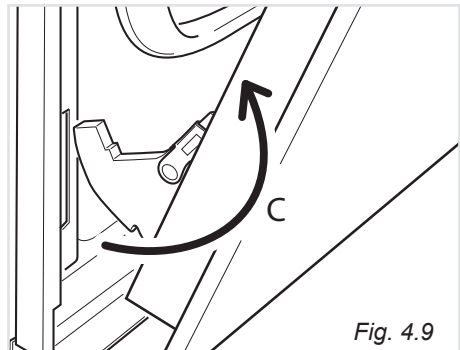

Fig. 4.9
- Estrarre i ganci delle cerniere (destra e sinistra) dal loro alloggiamento (freccia "C" - fig. 4.9).